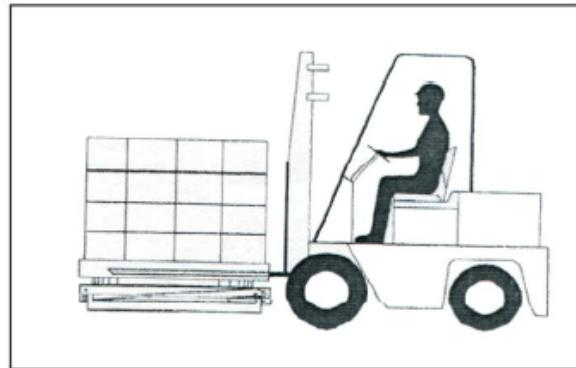

Fig. 10. Lastning med gaffeltruck.
Vid lastning på pallbordet: sänk gafflarna helt innan gaffeltrucken backas ut. Lastpallen måste vara helt upplagd på pallbordet annars kan gods falla av när gaffeltrucken förflyttas. Risk för skada på pallbord eller person. Fig. 10 sid 11 visar korrekt lastning vid användning av gaffeltruck.
1. Placera lastpallen på pallbordet och sänk gafflarna. Innan lasten lossas kontrollera att det är pallbordet som bär lasten och inte gaffeltrucken. Se Fig. 10.